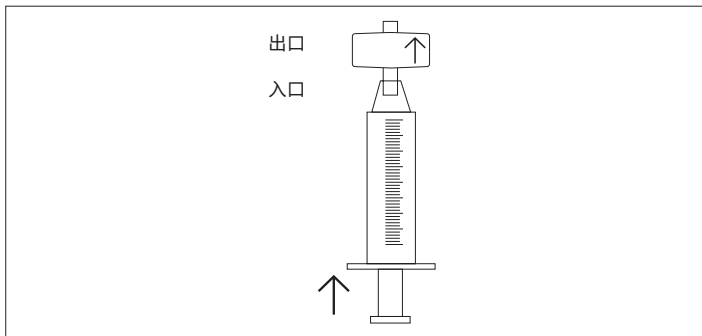

图 7: 使用鲁尔注射器填充 Sartobind® Nano 以去除空气
- ▶ 用平衡缓冲液填充 10–20 mL 鲁尔注射器并连接到囊体。将囊体保持直立状态（出口朝上）并排出空气，如图 7 所示。